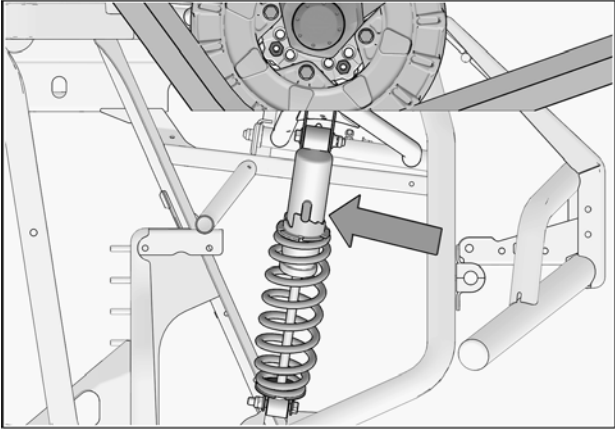

Fig. 26
2. Vérifier l'ajustement de la suspension; si les amortisseurs sont réglables, ils doivent être réglés au niveau le plus ferme pour permettre un maximum de dégagement entre les systèmes et les ailes du véhicule. Voir la Fig. 26